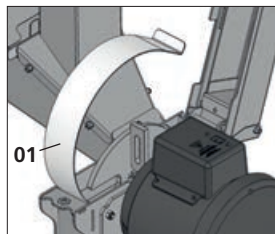
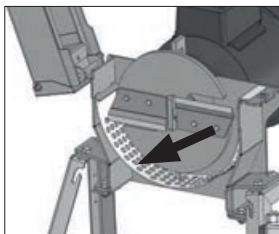
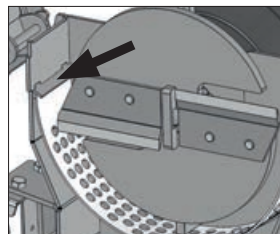

Fig. 15
Fig. 16
Fig. 17
Comience la instalación de la zaranda por el lado curvo (1), [Fig. 15]. Abra la tapa y ponga la zaranda de forma que su curvatura se apoye completamente en las guías internas del cuerpo de la máquina [Fig. 16]. Una de las puntas de la zaranda se debe apoyar en el tope del fin de curso y la otra quedará ajustada con la tapa de cierre del equipo, permitiendo que la zaranda se asiente [Fig. 17]. Finalmente, cierre la tapa.